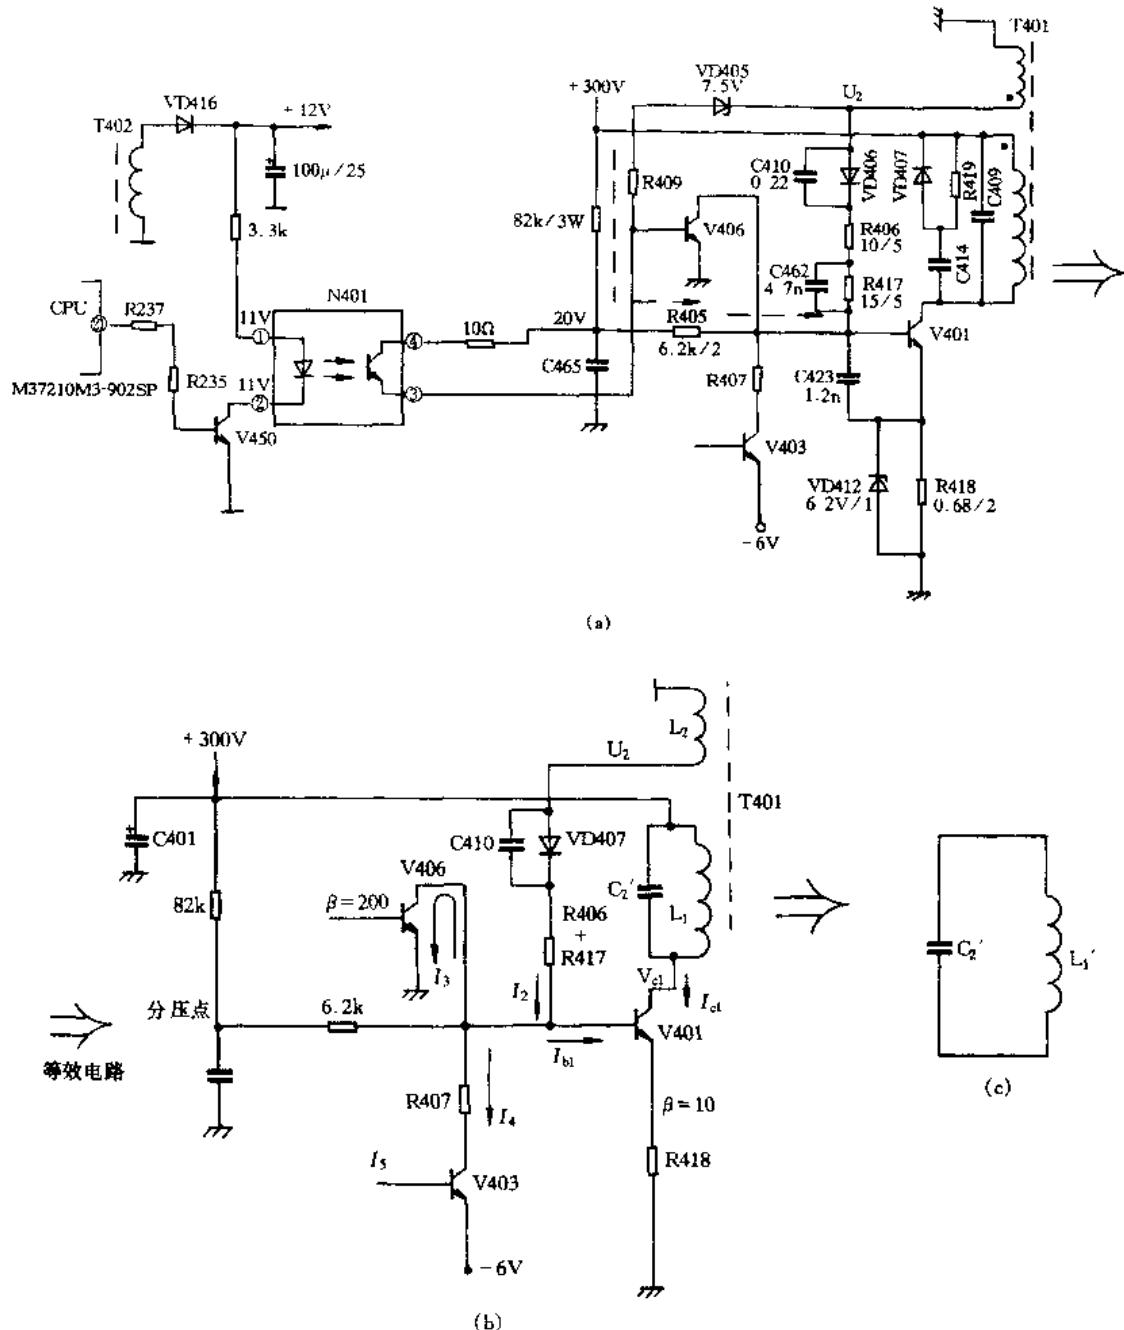

图 1-2 开关电源的自激振荡过程
开机状态下, 由桥式整流器 BR401 整流后在 C401 上充有约 $+300V$ 的直流电压(未稳压), CPU (M37210M3 - 902SP) 的②脚(POW)为低电平(0V), 通过接插件 XS201 的①针、R235 到 V450 的基极, 使其 $U_b = 0$ 而截止。N401 (光电耦合器) 中的发光二极管截止(不发光), 光敏三极管亦处于截止状态, N401③、④脚间开路。 $+300V$ 电源通过 R404 ($82k\Omega/3W$)、R405 ($6.3k\Omega/2W$) 为开关管 V401 基极提供约 $3.3mA$ 的启动电流 I_{bl} , 使 V401 开始导通。V401 集电极电流通过 T401 原方(初级)主绕组(参见图 1-2 (a))。在 I_{cl} 增长期间使 T401 正反馈绕组产生约 $10V$ 的脉冲峰值电压 U_2 , U_2 通过 VD407、R406、R417 向开关管 V401 基极提供约 $0.37A$ 的电流 I_2 [$I_2 = (U_2 - 0.7)/(R_{406} + R_{417}) = 0.372A$], 与此同时, V406 吸收了部分电流 I_3 [$I_3 = (U_2 - 7.5V)/R_{409} \times \beta = (10 - 7.5) \div 6.8k\Omega \times 200 = 73.6mA$], 因此开关管实际基极电流约为 $I_b = I_2 - I_3 = 0.372 - 0.074 = 0.298A = 298mA$, 参见图 1-2 (b)。
因负载的单向导通特性和 V401 处于截止期, 此时 V401 集电极负载电路可等效为 $L'_1//C'_2$ 的并联振荡回路(参见图 1-2 (c)), 在 V401 截止瞬间 C'_2 上充有约 $150V$ 的电压, 经 $1/4$ 个振荡周期($\Delta t = \pi \sqrt{L'_1 C'_2} / 2 \approx 5ms$)。 C'_2 开始通过 L'_1 放电, 再经 $1/4$ 周期后, C'_2 反向放